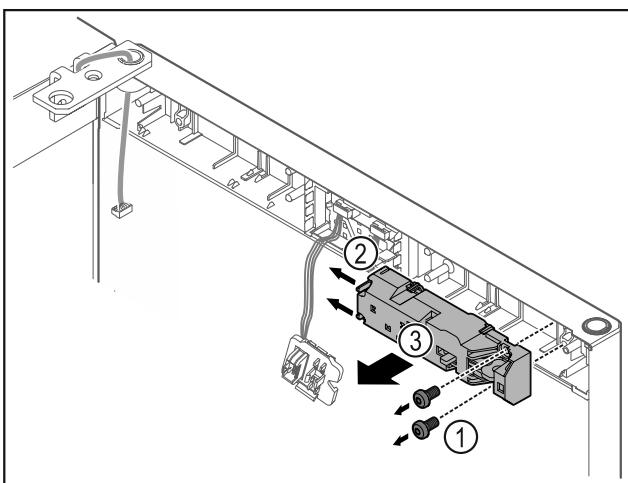

Fig. 18
- Odvrnite vijke Fig. 18 (1).
► Pritisnite jezičke Fig. 18 (2) na stranu i skinite daljinsku bravu Fig. 18 (3).